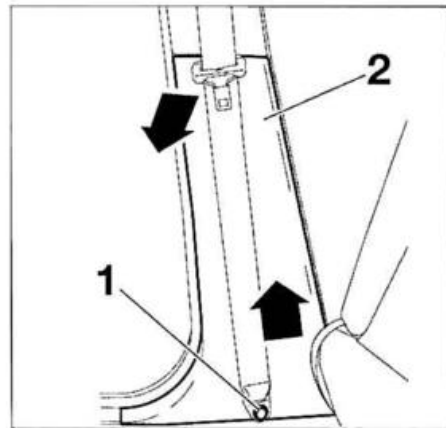

FIG. 7
- Desmontar la tapa y desatornillar la fijación (1). Acompañar la cinta para enrollarla (fig. 7).
- Desengrapar el guarnecido inferior (2) comenzando por arriba y separarla del montante central tirando en vertical.